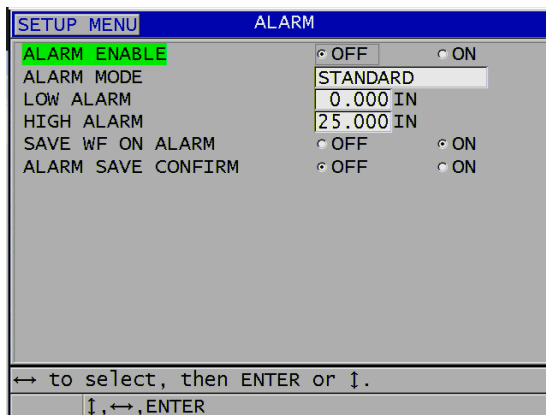

図 8-7 スタンダードアラームの設定
3. アラーム画面で、以下の操作を行います (139 ページの図 8-7 参照)。